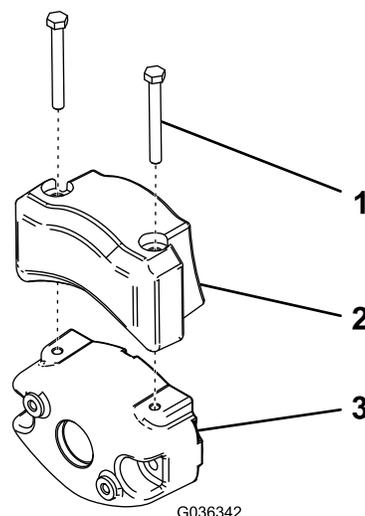

**Рисунок 28**
**Внимание:** Если необходимо наклонить режущий блок, подложите опору под заднюю часть режущего блока, чтобы гайки регулировочных винтов неподвижного ножа не упирались в рабочую поверхность (Рисунок 28).